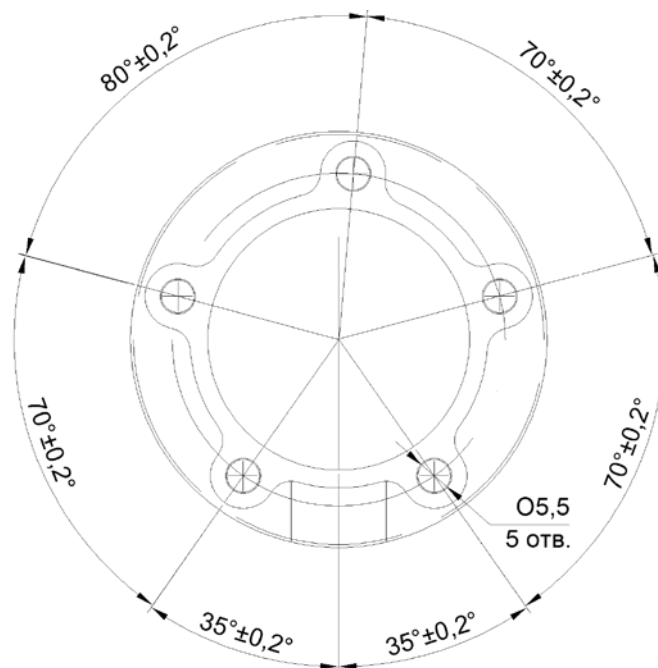

Рисунок 8 – Схема расположения отверстий под крепёжные элементы
1. Просверлить центральное отверстие под монтаж датчика. Для установки датчика необходима биметаллическая коронка диаметром 35 мм. Вставить в него датчик и наметить отверстия для крепления датчика к баку. Схема расположения отверстий под крепёжные элементы представлена на рис. 8.